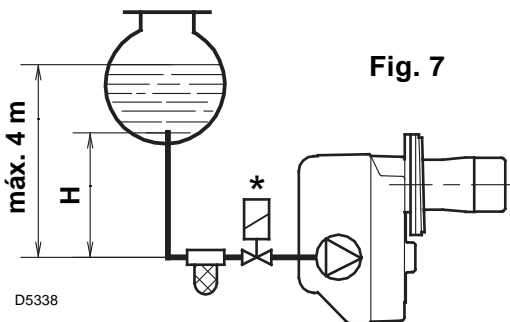
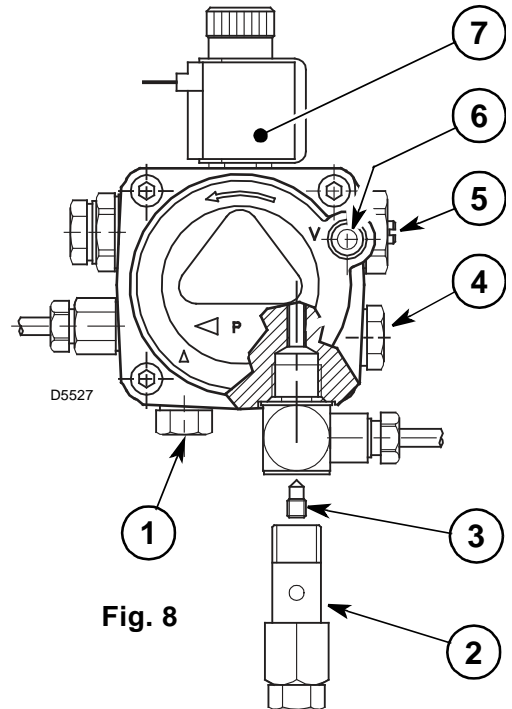

Fig. 7
Fig. 8
- La bomba está preparada para funcionar con un sistema de dos tubos. Para el funcionamiento con un sistema de un tubo es preciso el perno (2), quitar el tornillo de by-pass (3), y luego enroscar otra vez el perno (2) (véase fig. 8).
En la instalación de la fig. 7 es suficiente aflojar la conexión del vacuómetro (6, fig. 8) y esperar que salga el combustible.